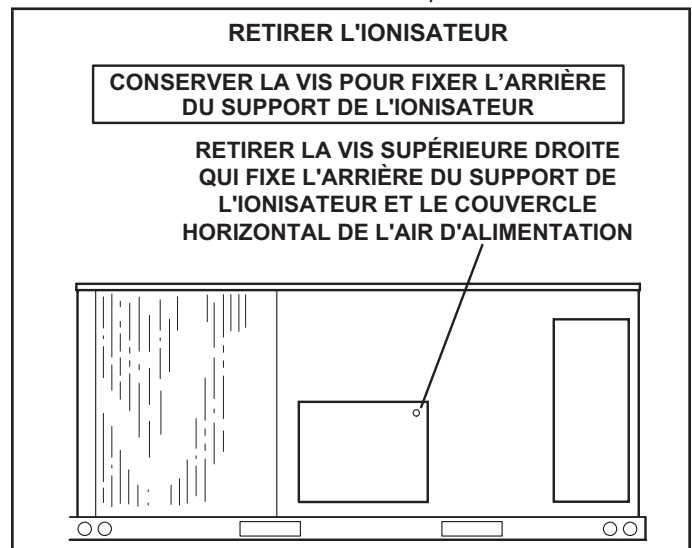

FIGURE 44
- 1 - À l'arrière de l'unité, retirer la vis qui maintient l'arrière du support de l'ionisateur. Voir FIGURE 44. Conserver la vis pour fixer la partie arrière du support de l'ionisateur.